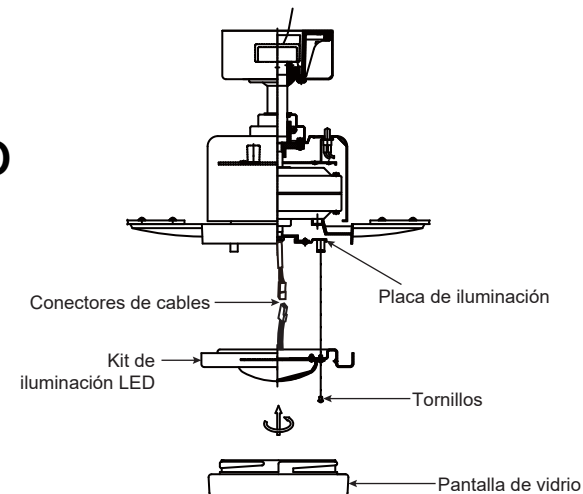

Fig. 18
**Paso 1.** Afloje los tres tornillos de montaje del interior del kit de iluminación LED (**Fig. 18**)
**Paso 2.** Mientras sujeta el kit de iluminación LED por debajo del motor del ventilador, prepare las conexiones eléctricas: (**Fig. 18**)
**Paso 3.** Inserte las conexiones en forma ordenada dentro de la placa de iluminación. Coloque los orificios principales del kit de iluminación LED sobre los dos tornillos aflojados previamente de la placa de iluminación, gire el kit de iluminación LED hasta que se trabe en posición en el extremo angosto de las ranuras de los orificios principales. Ajuste bien los tres tornillos. (**Fig. 18**)
**Paso 4.** Levante la pantalla de vidrio contra el kit de iluminación y hágala girar en sentido horario hasta que quede ajustada. NO AJUSTE EN EXCESO. (**Fig. 18**).